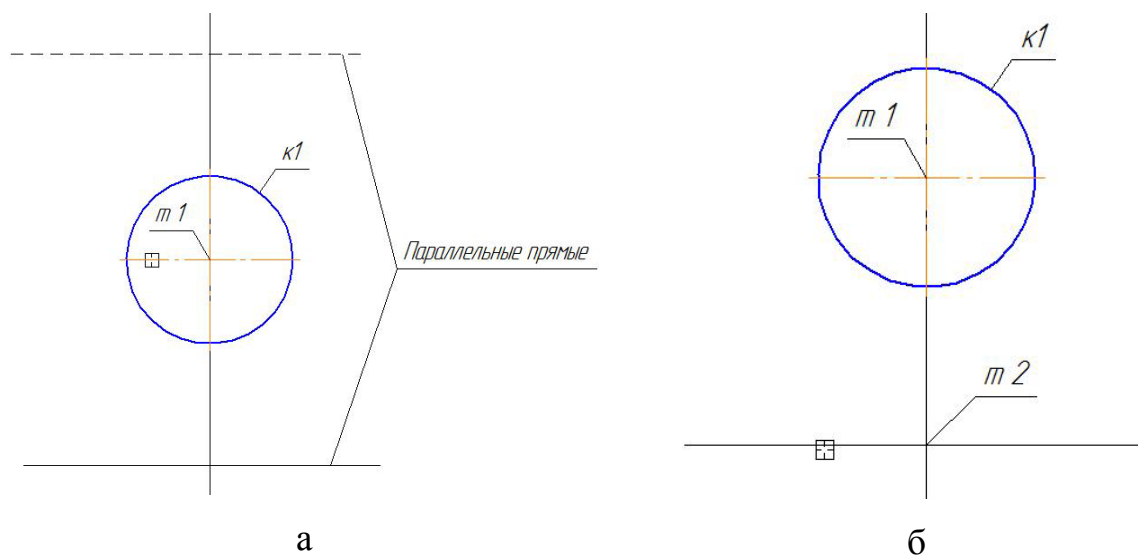

Рис. 86
3.4. Необхідно виділити горизонтальну осьову пряму, паралельно якій повинна пройти допоміжна пряма. Курсор, який має вигляд мішені, встановлюють у будь-якому місці горизонтальної осевої прямої, при цьому її колір стає червоним (рис. 86,а). Мішень потрібно розташувати так, щоб об'єкт в її контурі був один. Клацнути лівою клав'яшею миші.
За замовчанням система пропонує фантоми двох прямих. Встановити курсор на допоміжній прямій, яка розташована нижче осевої прямої (рис. 86,б). Зафіксувати вибрану пряму, клацнувши лівою клав'яшею миші або нажати кнопку *Создать объект*  на *Панелі свойств* (рис. 86,б). Потім нажати кнопку *Прервать команду*  на *Панелі свойств*. У точці m_2 перетину двох допоміжних прямих (вертикальної та горизонтальної) буде розташований центр кола k_2 .